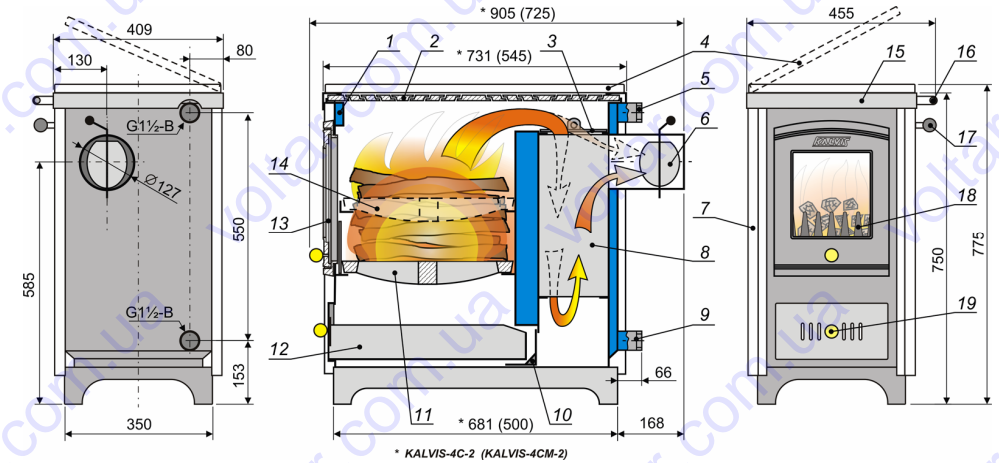

Рис. 1
Корпус котла (1) (см. рис.1) сварен из листовой стали и имеет полости, в которых нагревается вода. Нагретая вода через верхний патрубок (5) поступает в отопительную систему, а через нижний патрубок (9) остывшая поступает обратно. Патрубки с резьбой G1½B. Верхняя часть корпуса накрыта чугунным варочным настилом (2) с конфорками.